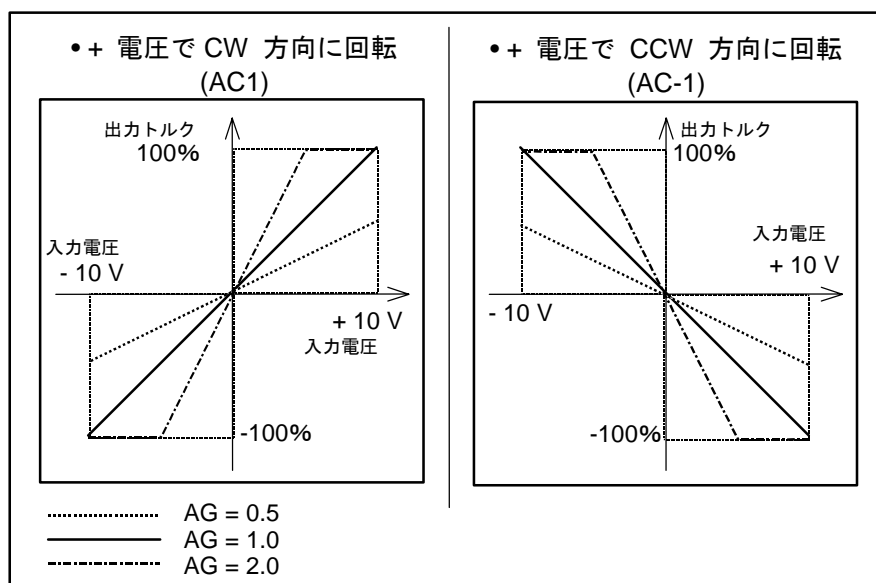

図 3-6：指令電圧とモータ出力トルク(DI0)
- 指令電圧と回転速度の関係は、パラメータ AG で変更可能です。（図 3-6 参照）